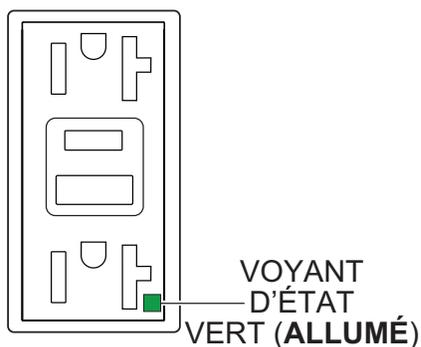

Figure 93. Réceptacle GFCI (ACTIVÉ)
3. Vérifiez que le voyant d'état de la prise GFCI (Figure 93) est **ALLUMÉE (VERT)**.